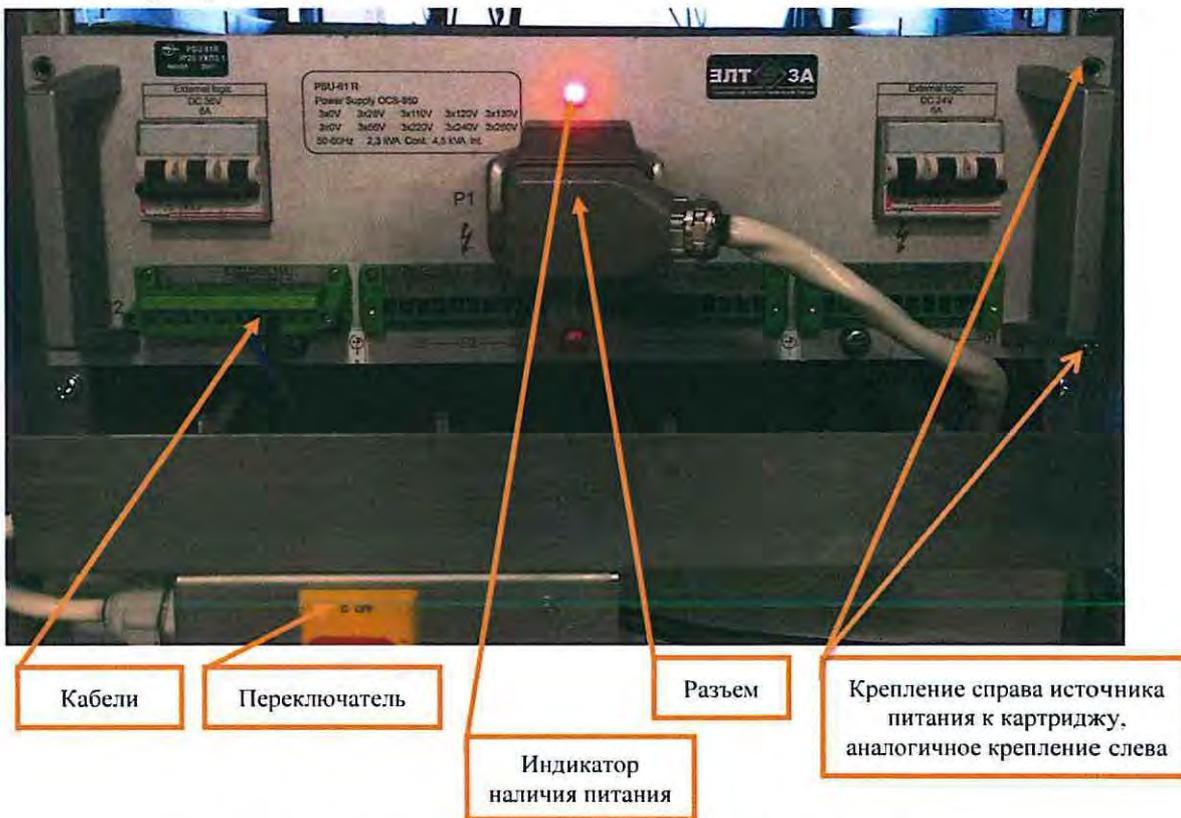

Рисунок 9. Отключение питания источника питания.
7.3.3 Отключить автоматические выключатели и питание, поступающее на разъем «P1», питания путем перевода переключателя из положения «ON» в положение «OFF» при этом гаснет индикатор наличия питания (рисунок 9).
7.3.4 Отсоединить от источника питания разъем с кабелем «P1» при помощи замка-защелки и отсоединить все подключенные к источнику питания кабели из посадочных мест, руководствуясь рабочей документацией (Рисунок 9).